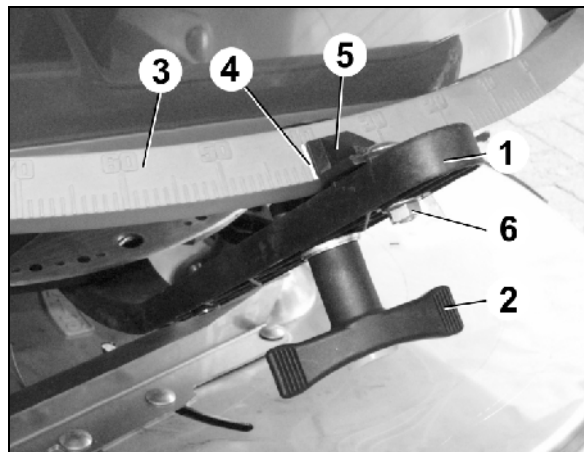

Fig. 89
2. Mengenschieber mittels Stellhebel (Fig. 89/1) öffnen.
4. Stellhebel auf der Skala (Fig. 89/3) bis zum Anschlag an den Bolzen verschwenken.
5. Stellhebel mit Drehgriff (Fig. 89/2) feststellen.
6. Sechskant-Schraube (Fig. 89/6) lösen. Den Zeiger (Fig. 89/5) auf den Skalenwert "8" ausrichten und mit Sechskant-Schraube feststellen. Ablesekante des Zeigers ist (Fig. 89/4).